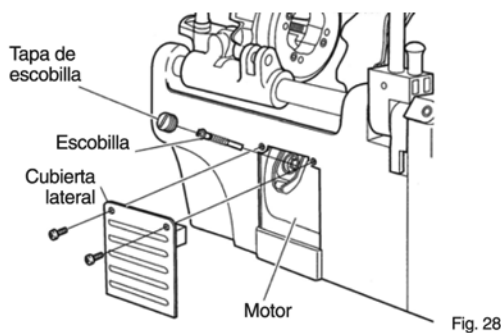

Fig. 28
■ Reemplazo de las escobillas de carbón**Reemplazo de la escobilla de carbón A (Fig. 28)**